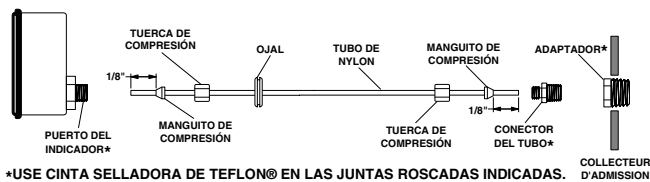

Figura 4. Opción de conexión roscada en el múltiple de admisión
■ Algunos vehículos vienen equipados de fábrica con un orificio roscado en el múltiple de admisión que se puede usar para conectar la línea de presión del manómetro de vacío/sobrepresión. Si su vehículo tiene este orificio roscado en el múltiple de admisión, siga las instrucciones denominadas "Opción Uno - Conexión roscada en el múltiple de admisión" (Figura 4).
Véase la Figura 4 y siga las instrucciones a continuación: